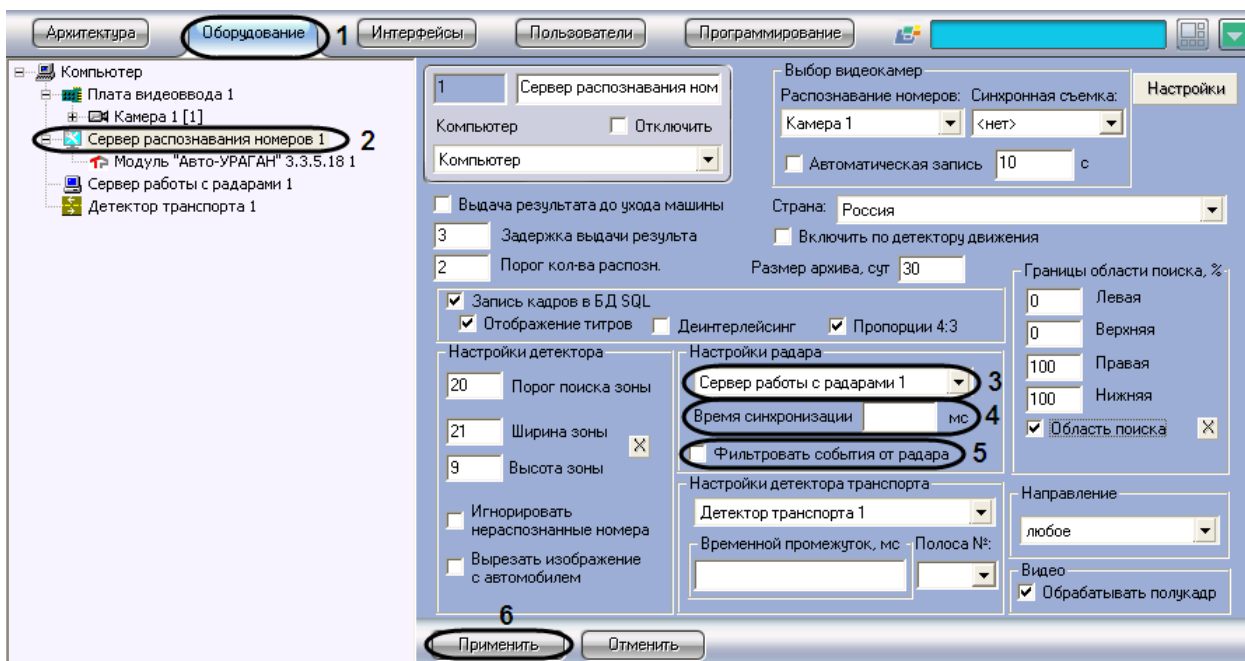

Рис. 7.2-19. Настройка совместной работы Сервера распознавания номеров и программного модуля «Радар»
1. В диалоговом окне «Настройка системы» перейти на вкладку «Оборудование» (см. Рис. 7.2-19, 1).
2. В дереве объектов на вкладке «Оборудование» выбрать объект «Сервер распознавания номеров», соответствующий активированному программному модулю «Авто-УРАГАН 3.3.5.18», «CARMEN-паркинг» или «CARMEN-Авто» (см. раздел «Активация программного модуля, используемого для распознавания номеров», Рис. 7.2-19, 2). В правой части вкладки «Оборудование» отобразится панель настройки выбранного объекта
3. Выбрать объект «Сервер работы с радаром» из списка доступных объектов в системе (см. Рис. 7.2-19, 3). В данном списке требуется выбрать объект «Радар», который соответствует устройству «Радар», направленному на ту же полосу дорожного движения, что и видеосекция, работающая совместно с Сервером распознавания номеров
4. Указать время в поле «Время синхронизации», в течение которого автомобиль должен проехать расстояние от места фиксации скорости движения транспортного средства устройством «Радар», до участка дороги, куда направлена видеосекция, работающая совместно с Сервером распознавания номеров (см. Рис. 7.2-19, 4). Параметр «Время синхронизации» выражается в миллисекундах.
5. Установить флажок «Фильтровать события от радара» для фиксации только первой скорости от радара, остальные скорости игнорируются до истечения времени задержки или распознавания номера (см. Рис. 7.2-19, 5).
6. Нажать кнопку «Применить» (см. Рис. 7.2-19, 6).